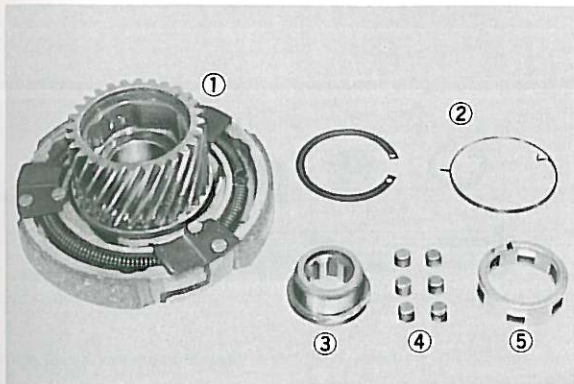

Fig. 3-3-24
6. Check the spring, rollers, cage and clutch housing boss for signs of heat damage, wear, etc. If severe, replace as required. (Fig. 3-3-24)
6. Examiner les ressorts, les galets, la cage et le moyeu de cloche d'embrayage pour voir s'ils ne présentent pas de signes d'usure, de détérioration thermique, etc. En cas de dommages sévères, effectuer les remplacements nécessaires. (Fig. 3-3-24)
6. Feder, Rollen, Käfig und Kupplungskorb auf Anzeichen von Warmeschäden, Abnutzung, usw. absuchen. Wenn erforderlich, ersetzen. (Fig. 3-3-24)